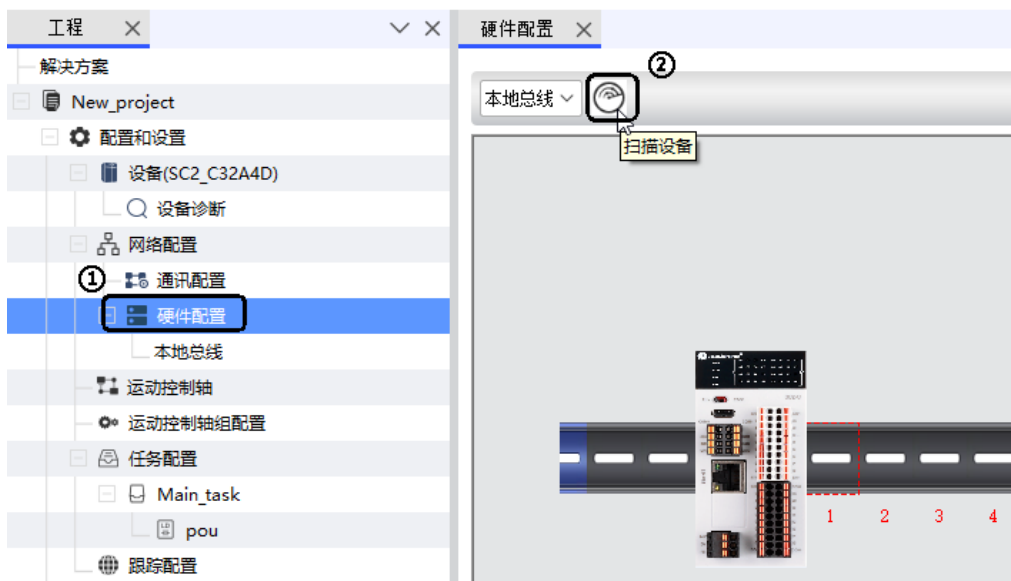

图 6.3 PLC 本体背板扫描
- ① 在设备树中，鼠标左键双击“硬件配置”进入 PLC 本体模块配置界面；
- ② 鼠标左键单击“扫描设备”，如图 6.3 所示